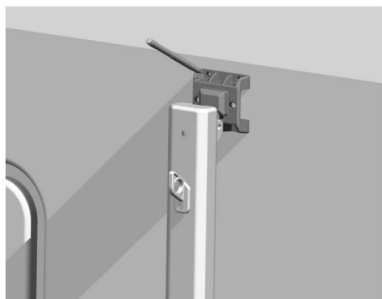
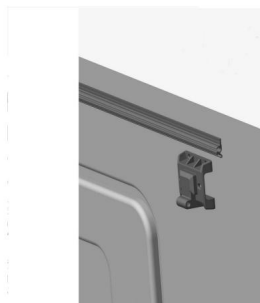

Figura C6
Figura C7
3.2 Prendere il braccio di supporto, contrassegnare la posizione del foro in un punto adatto sulla parte esterna del veicolo (Figura C6) e praticare un foro di installazione  $\varnothing 5$  sulla carrozzeria del veicolo (Figura C7).